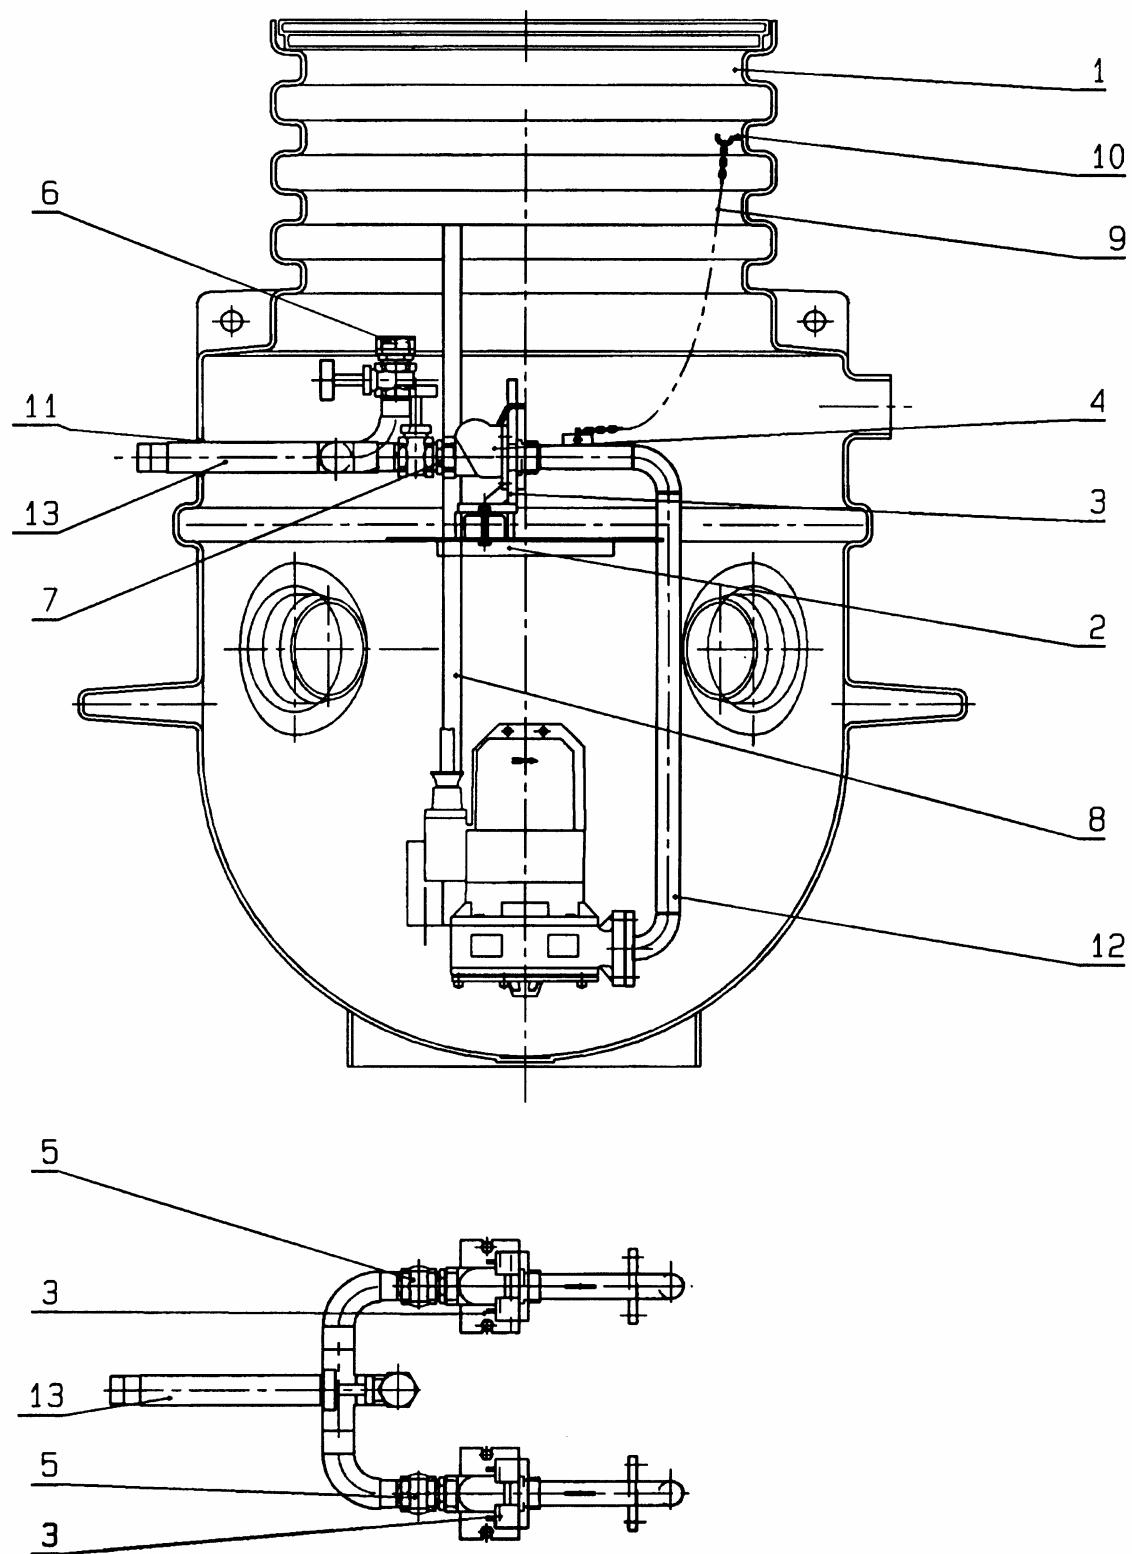

Рис. 2
Установка состоит из шахтной станции изготовленной из полиэтилена (рис. 1, поз. 1). Имеется два варианта исполнения шахты: WS 900E для одинарных насосов (рис. 1), WS 1100E/D для больших одинарных и сдвоенных насосов (рис. 2). Благодаря специальной конструкции с “плавниками” обеспечивается высокая устойчивость. В шахте смонтированы специальные элементы для подключения одного или двух погружных насосов:
- Трубопровод для установок с одним или двумя насосами (рис. 2).